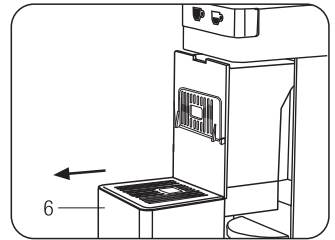
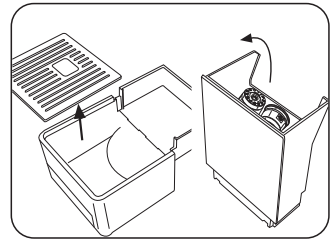

Fig. 11
Fig. 12
Le récipient des capsules utilisées peut contenir un maximum de 8 capsules. Il faut donc le vider régulièrement pour éviter que les capsules ne s'encastrent. Pour ce faire, il faut retirer le récipient des capsules (6) (**Fig. 11**) Vider le récipient des capsules et le rincer. Nettoyer les résidus d'eau et de café du bac et de la grille (**Fig. 12**). Lorsque c'est fait, réintroduire le bac avec le récipient des capsules.